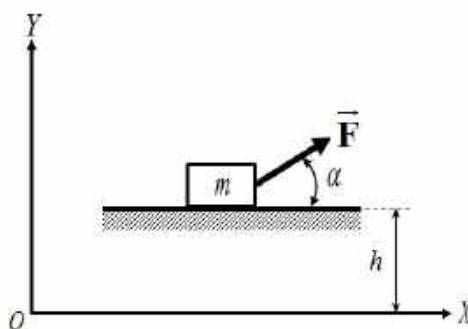

Рис. 1
1. Створіть в програмі Mathcad математичну модель руху твердого тіла по нерухомій горизонтальній опорній поверхні під дією постійної сили (рис. 1). Розмірами твердого тіла можна нехтувати. Рух твердого тіла розглядати як рух матеріальної точки масою m , що відбувається в площині OXY . Дано: параметр $h=1$ м; маса тіла $m=5$ кг; модуль сили $F=100$ Н; кут $\alpha=15^\circ$; початкове положення центру мас тіла $x_0=1$ м; початкова швидкість тіла $\dot{x}_0=0$ м/с; коефіцієнт тертя $f=0,2$; час спостереження за рухом $T_n=2$ с.
3. Створіть модель руху плоского механізму, кінематична схема якого показана на рис. 1, в SolidWorks Motion. Час спостереження за рухом механізму $= 5$ с.